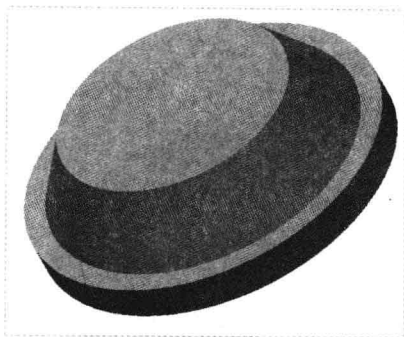

图 8-14 图形文件
Step 01 按【Ctrl+O】组合键, 打开图形文件, 如图 8-14 所示, 在“功能区”选项板的“模型”选项卡中, 单击“高级”面板中的“轴”按钮.